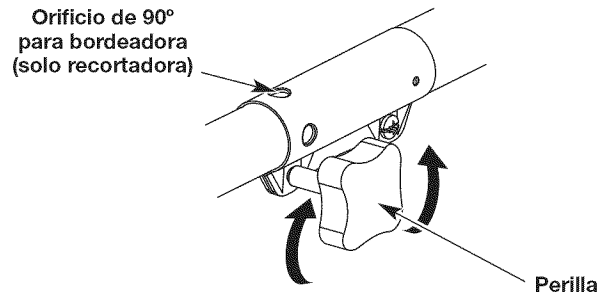
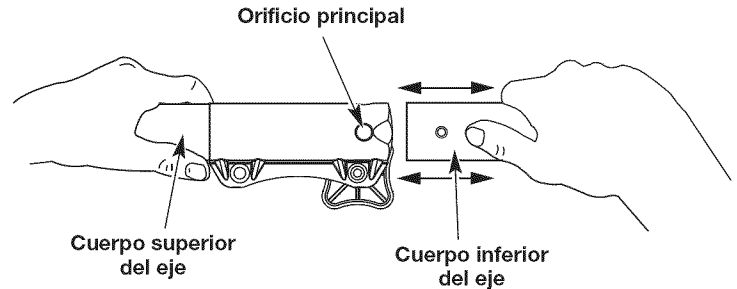

Fig. 1
Fig. 3
1. Para aflojar, gire la perilla en sentido contrario a las agujas del reloj (Fig. 1).
2. Mientras sostiene el accesorio con firmeza, empuje en línea recta hacia dentro del acoplador Convertible™ hasta que el botón de desconexión encaje firmemente en el agujero principal (Fig. 3).
3. Para apretar, gire la perilla en el sentido de las agujas del reloj (Fig. 1).
PRECAUCIÓN: Antes de operar esta unidad, cerciórese de que el botón de liberación esté completamente encajado en el orificio principal (Fig. 3) y de que la perilla (Fig. 1) esté bien apretada.
del cabezal de línea, trabe el botón de desconexión del accesorio en el interior del orificio de 90° (Fig. 1).
3. A la vez que sujeta firmemente la caja del eje superior, saque el accesorio del acoplador Convertible™ (Fig. 3).